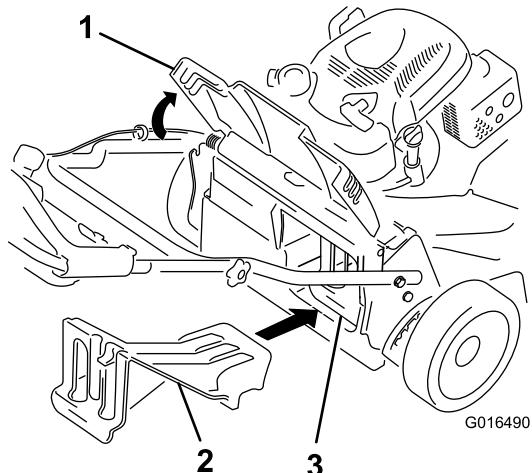

Рисунок 24
- Если задняя выпускная заглушка не установлена, возьмите ее за рукоятку, поднимите заднюю дверцу и вставьте ее в желоб заднего выброса, пока защелка не зафиксируется на месте, см. Рисунок 24.
Внимание: Убедитесь, что задняя выпускная заглушка установлена на своем месте, и произведите утилизацию травы и срезанных листьев (Рисунок 24).